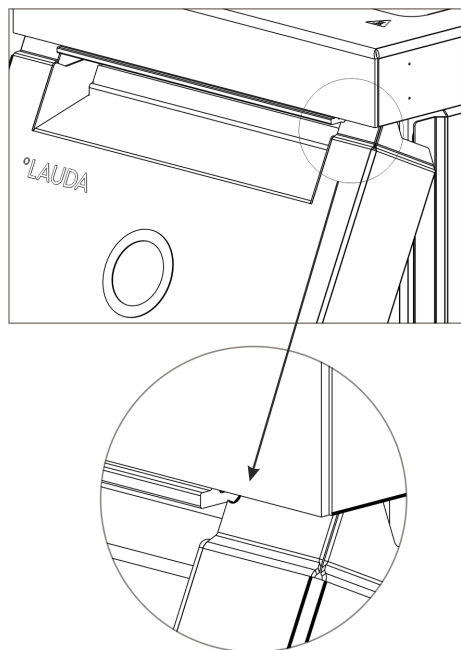

Fig. 72: Radios en el panel frontal
2. Deslice el panel frontal hacia arriba solo hasta que los radios todavía se vean Fig. 72.